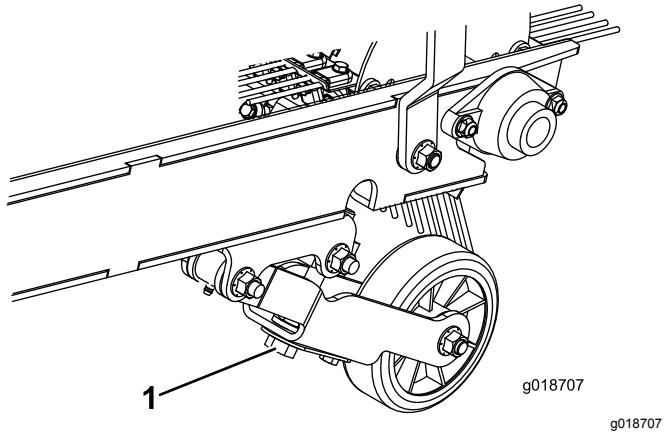

図 10
2. レーキが芝草の上部にわずかに接触するよう、深さ調整ボルトを回転させて調整する。ブルームの場合には、レーキの場合よりも少しだけ深い調整ブラシの先端がターフにややはっきりと接触する程度に調整する。具体的には、ブルームを回転させたときにブルームを横から見て、ブルームとターフとの接触幅が 25mm 程度になっているようにする図 10。